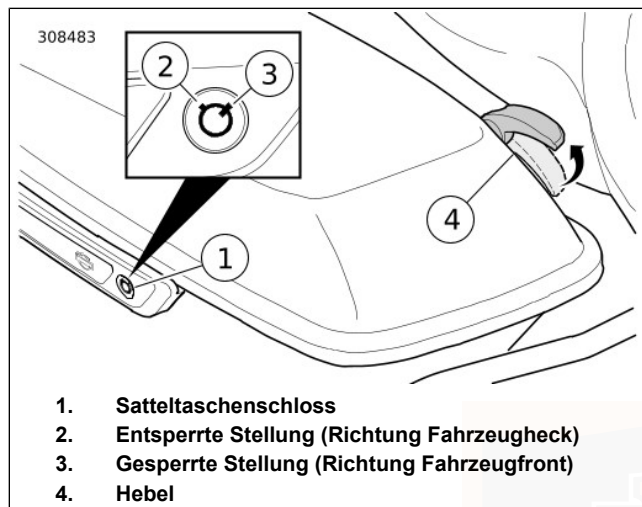

Abbildung 63. Satteltasche
1. Siehe Abbildung 63. Das Satteltaschenschloss mit dem Zündschlüssel entriegeln.
1. Siehe Abbildung 63. Den Satteltaschendeckel zuklappen.
1. Siehe Abbildung 63. Die Satteltasche öffnen.